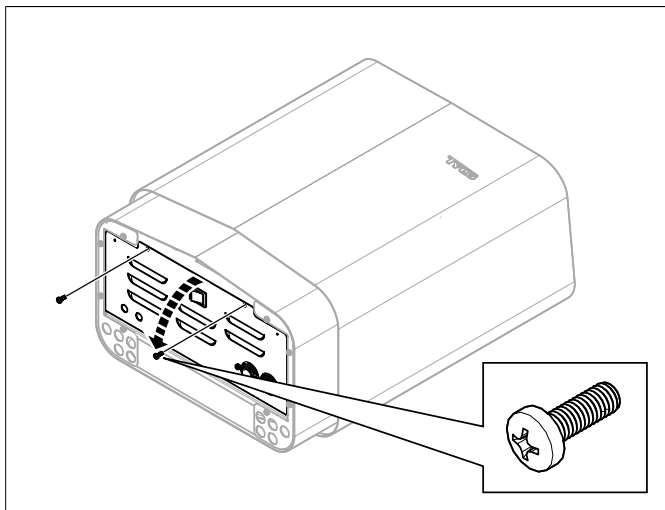

Рисунок 7: Откройте/закройте крышку
2. Ослабьте винты и откройте крышку (см. **Рисунок 7**, страница 4).
7. Закройте крышку и закрутите винты (см. **Рисунок 7**, страница 4).